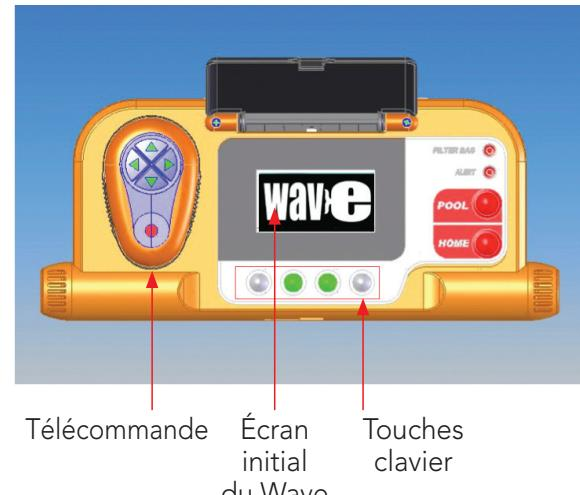

Figure 2 : Pupitre MMI du Robot Dolphin Wave
- Dans ce guide d'utilisation, la commande « Appuyer sur '**Démarrer**' » s'exécute en appuyant simultanément sur les deux touches vertes - - du pupitre MMI (Figure 2).